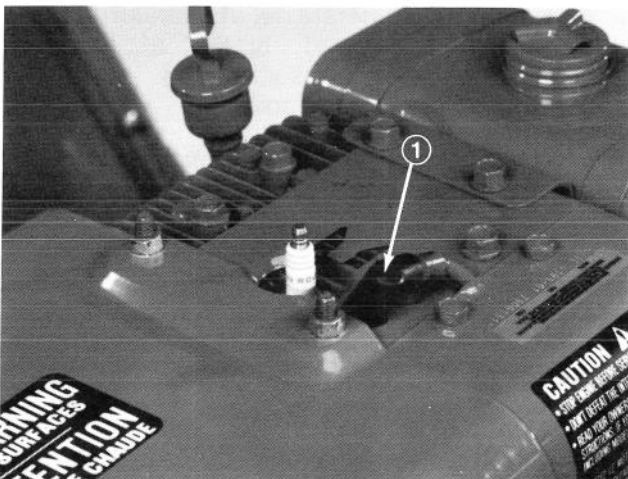

Fig. 42
2. Tag ledningen af tændrøret (Fig. 42) og skru tændrøret ud af topstykket
4. Sæt ledningen tilbage på tændrøret (Fig. 42).